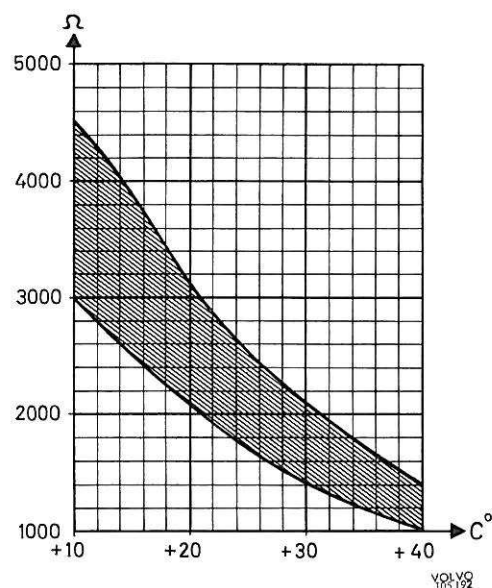

Figure 2—62. Résistance dans le détecteur de température d'eau
1. Mesurer la résistance entre les fiches de contact et comparer le résultat avec les valeurs indiquées sur le diagramme de la figure 2—62.